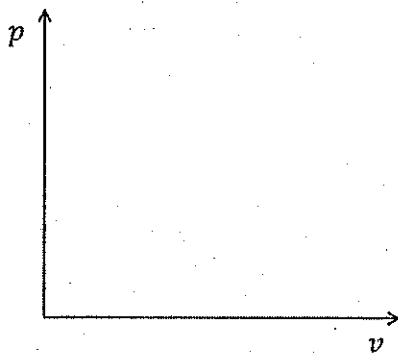
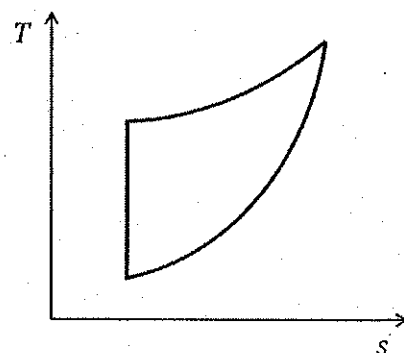

図1
図2
- (1) このサイクルの過程 α , 過程 β および過程 γ の p - v 線図の概形を以下の図1に示せ。加えて、図2に示すこのサイクルの T - s 線図に、絶対仕事 W と過程 γ での放熱量 Q_{31} を表す部分を示せ。ただし、両者が区別できるように各部分を枠で囲み、それぞれに記号 W , Q_{31} と斜線を加えよ。(8点)